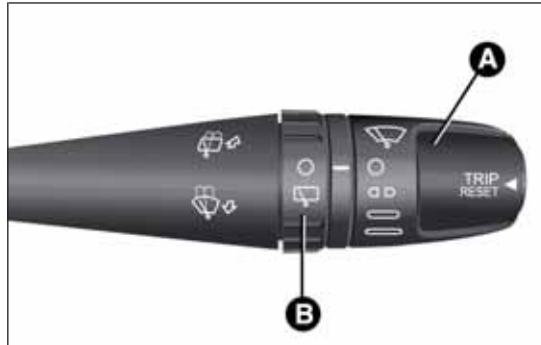

fig. 217
- ruotare la ghiera A fig. 217 in posizione O (tergilicristallo fermo);